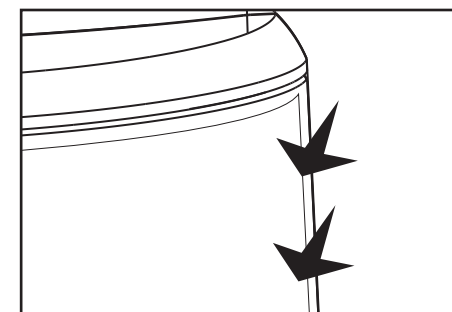

FIGURE 18
1. Separate the parts of the speaker. Remove the brackets and bracket knobs. Remove the grille by carefully pushing forward on the sides [figure 18].
1. Retirez d'abord les boutons des supports et dégagez l'enceinte. Puis retirez la grille de l'enceinte en appuyant délicatement sur ses bords [figure 18].